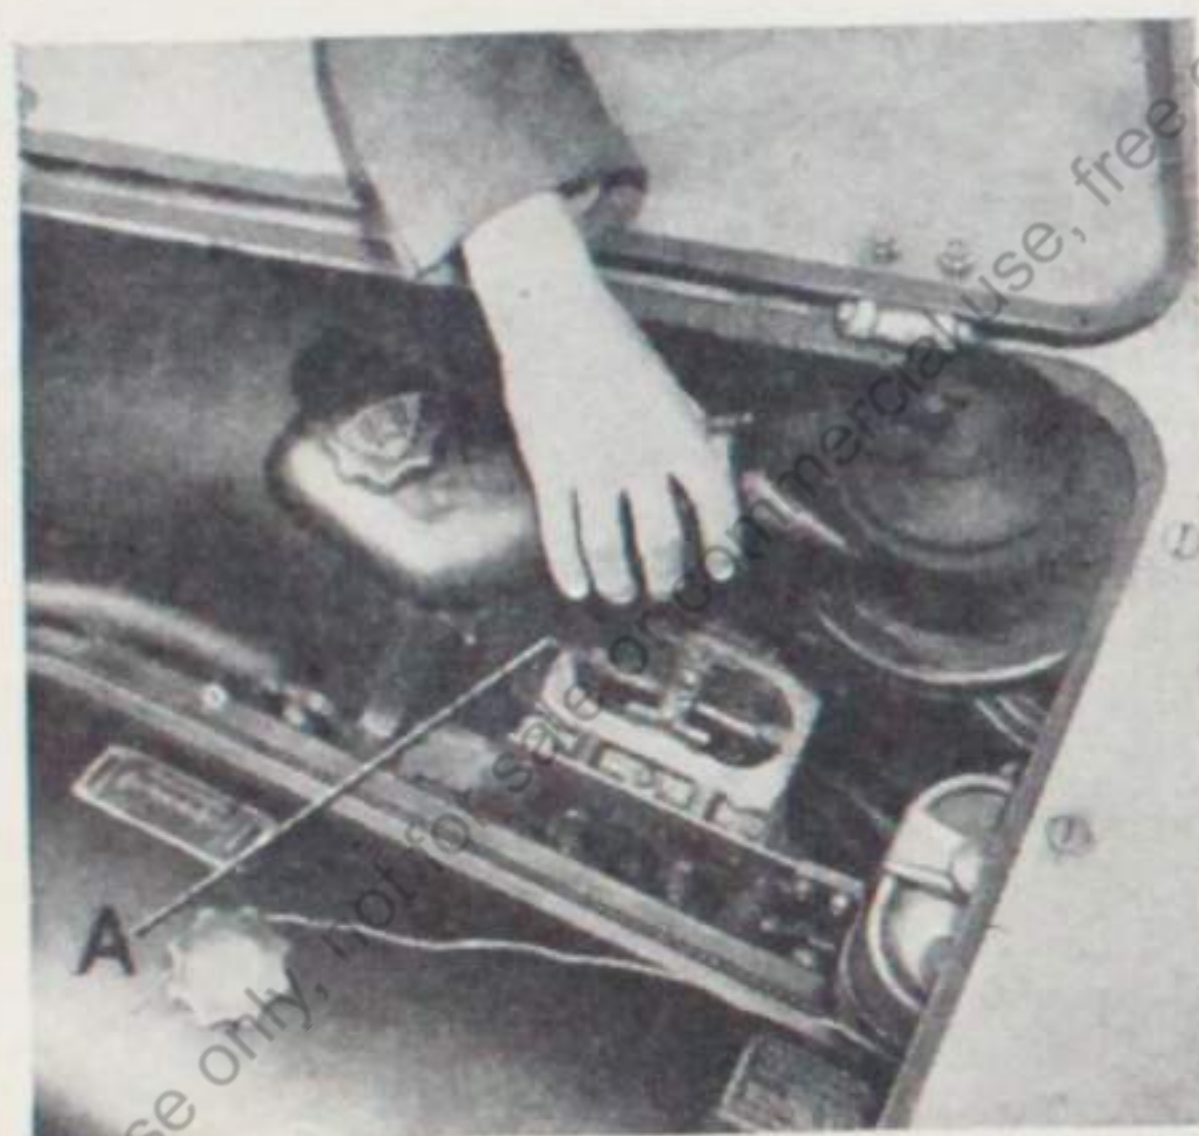

Bild 18
- Leerlaufvorrichtung** (Tafel 4) mit Leerlaufdüse 0,55 und einer etwa 2,5 Umdrehungen offenen Leerlauf Luftschraube (A im Bild 18).
- b) Kappe mit dem Luftfilter zusammen am Vergaser vorbeigehen nach oben herausschwenken (dabei die Filterteile zusammenhalten oder erst den Filterdeckel und dann das Filtergehäuse herausnehmen wie im Bild 18)